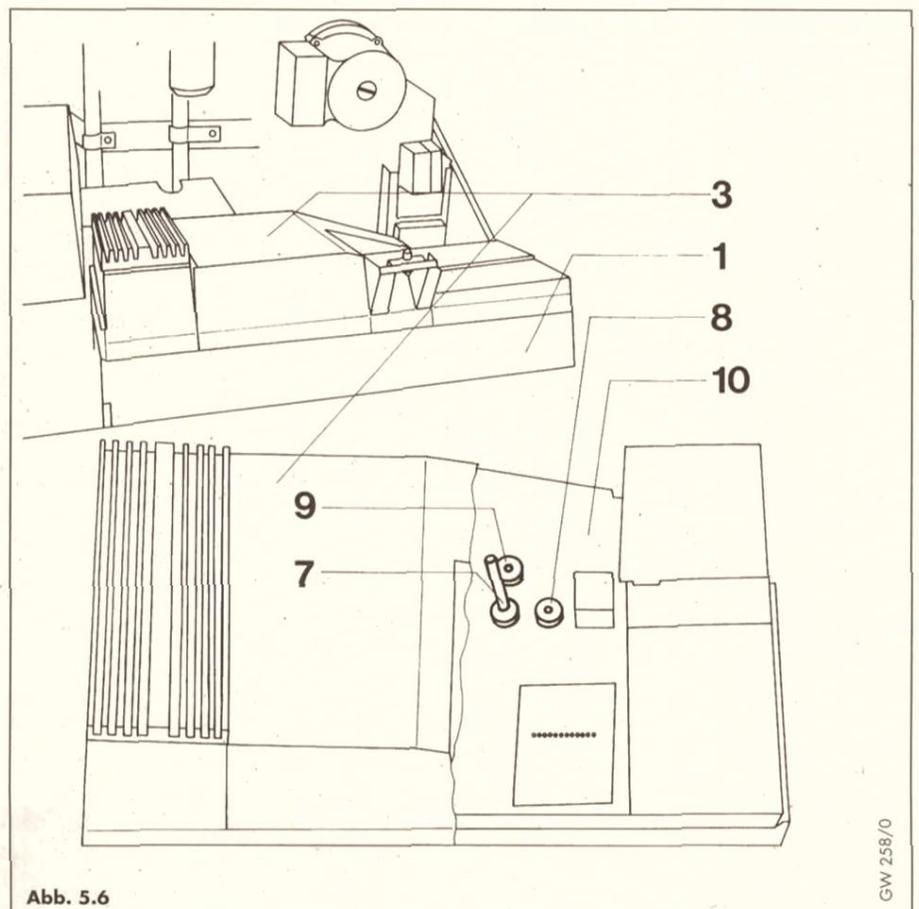

Abb. 5.6
Je nach Position des Potentiometers* (8, Abb. 5.6, Seite 8) für die Heizungspumpe (I, II, III oder S) sind folgende Betriebsarten möglich (siehe Tabelle 5.2).
- Den linken Taster (2) betätigen bis im Display d1 erscheint.
- Anschließend den rechten Taster (3) betätigen, um die Anzeige der Betriebsart zu aktivieren.
- Durch Drehen am Potentiometer (8, Abb. 5.6) kann die gewünschte Betriebsart eingestellt werden.
Legende zu Abb. 5.6
Eine Änderung der Einstellung der Maximalzeit – aufgrund der Verhältnisse der Heizungsanlage – kann nach Abnahme des Schaltkasten-deckels am nun zugänglichen Potentiometer (9, Abb. 5.6) vorgenommen werden. Die Werte sind am Diagnosepunkt d2 ablesbar (Aktivieren des Diagnosemodus siehe linke Spalte).